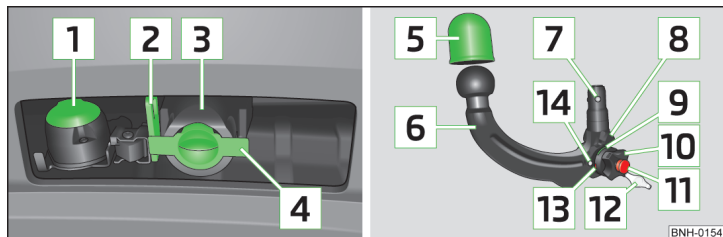

Abb. 110 Träger der Anhängervorrichtung / Kugelstange
Träger der Anhängervorrichtung und Kugelstange » Abb. 110
- Die Abdeckkappe für den Aufnahmeschacht **4** » Abb. 110 auf Seite 118 nach unten abziehen.